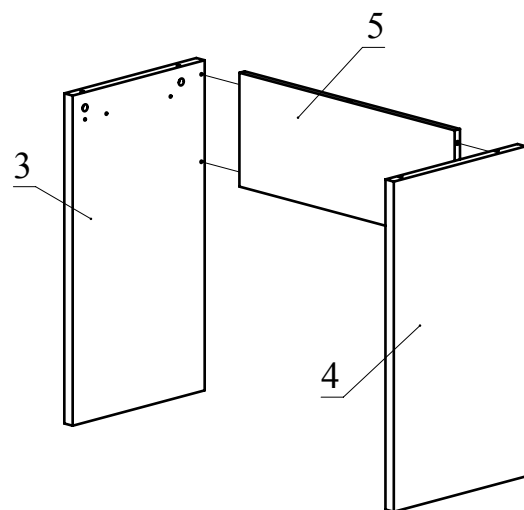

Рис. 6
4. Вкрутите опоры регулируемые М6 в муфты забивные для опоры (Рис. 5). Вбейте муфты забивные в детали 3 и 4 (Рис. 5). Соедините детали 3 и 4 с деталью 5 и затяните головки минификс (Рис. 6).